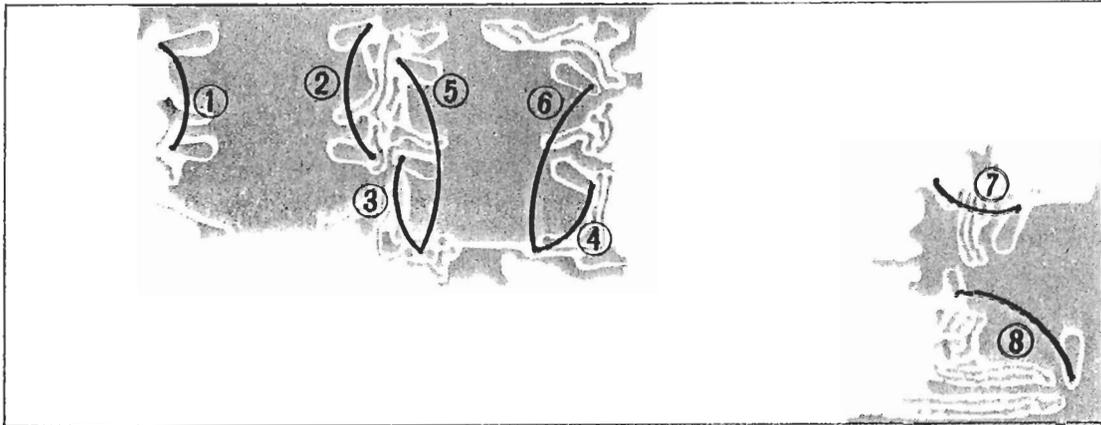

Figura 4
5. Remítase a la Tabla 1 y a la Figura 4; localice y remueva los puentes de alambre asociados con cada filtro que va a ser sustituido. Estos puentes están en el lado soldado del módulo.